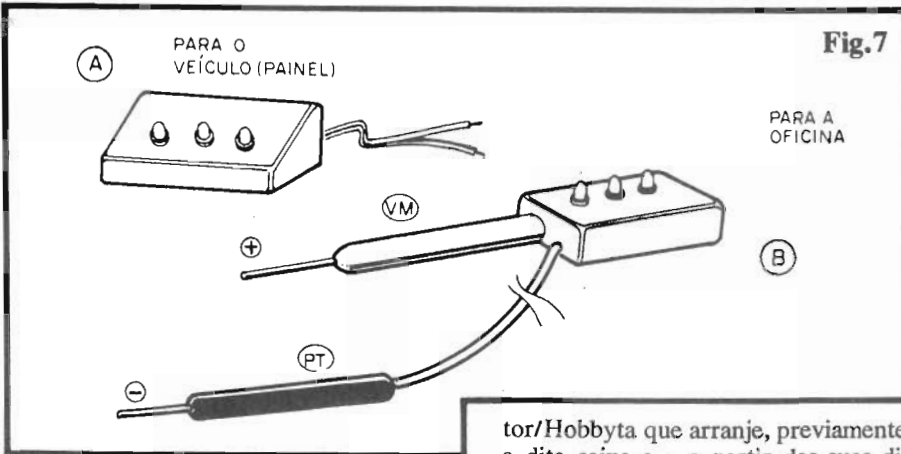

Fig.7
- **FIG. 7 - SUGESTÕES PARA A APRESENTAÇÃO FINAL** - No item "A" vemos uma sugestão para utilização do BATS em painel, podendo o circuito ficar numa caixinha de frente inclinada, de modo que, fixado sob o painel do carro, a visualização seja fácil e direta... Vários **containers** padronizados, facilmente encontráveis no varejo especializado, se prestarão (em formato, tamanho, etc.) à acomodação/instalação do circuito nessa versão básica... Já no item "B" mostramos nossa sugestão para a acomodação final do circuito em utilização oficial: uma caixinha pequena, retangular (ou mesmo cilíndrica...), contendo a placa e evidenciando a trinca de LEDs indicadores, apresentando ainda a ponta de prova (vermelha) correspondente ao positivo, afixada ao próprio **container**... Uma derivação feita com cabo flexível não muito curto, pode conduzir a outra ponta de prova (preta), correspondente ao **negativo** (ou ainda a uma garra de conexão de "massa", convencional...). O conjunto ficará prático e confortável para utilização pelos eletricitistas, nas oficinas...